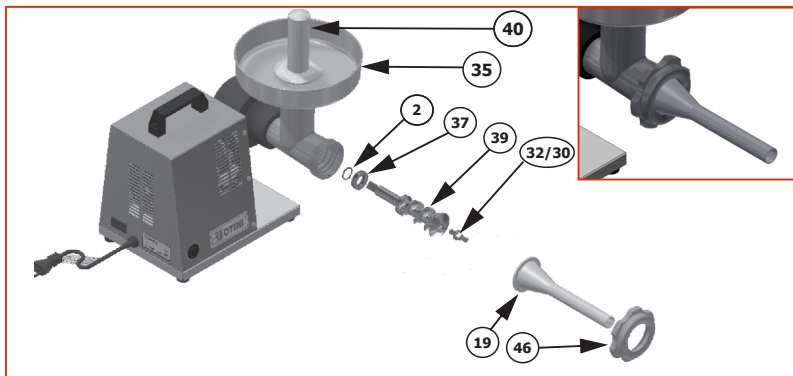

Figura 7
- coloque o funil (19) para encher linguiça antes do volante (46) conforme **figura 7**.